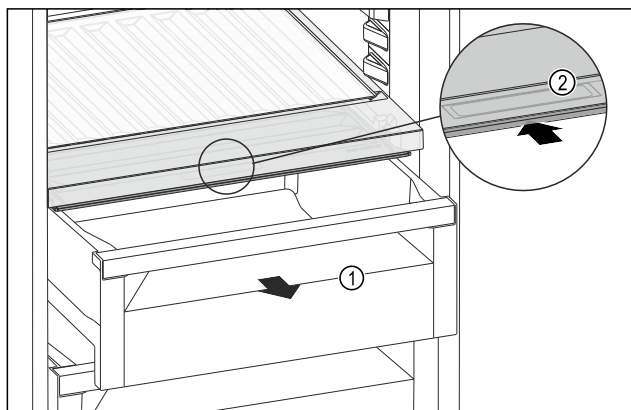

Fig. 108
- ▶ Zásuvku Fig. 108 (1) vytáhněte.
- ▶ Uchopte prohlubeň pro rukojeť Fig. 108 (2) na víku zásuvky a současně zasuněte víko zásuvky směrem dozadu.